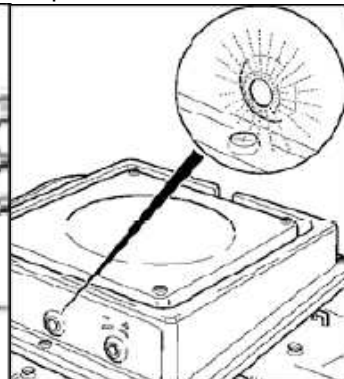

Fig 3
- Si pendant le fonctionnement le voyant vert (voir Fig. 3) reste toujours allumé et la température est insuffisante essayez de la